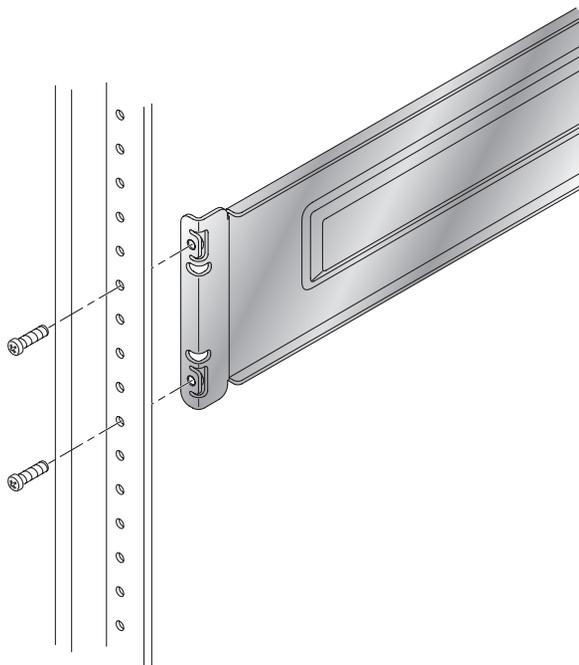

FIGURE 7 Fixez le support de fixation avant du rail latéral derrière le rail de montage
6. A l'avant du Sun Rack 900, alignez le support de fixation avant du rail latéral gauche *derrière* le rail de montage vertical (FIGURE 7).